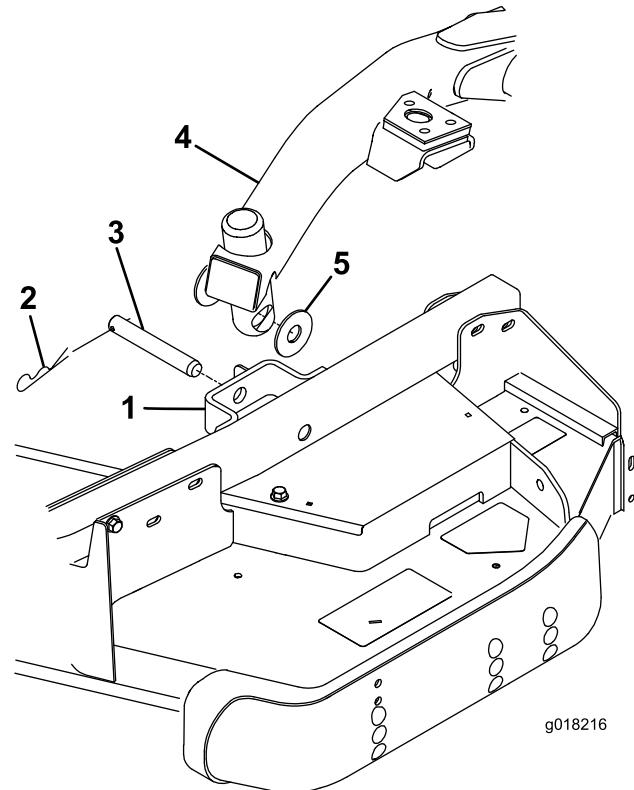

Figura 4
- Sujete el brazo de elevación al brazo de la rueda giratoria con 2 arandelas de empuje, un pasador y una chaveta. Coloque las arandelas de empuje entre el brazo de elevación y el soporte del brazo de la rueda giratoria (Figura 4). Introduzca el extremo del pasador de horquilla en la ranura de la pestaña del brazo de la rueda giratoria para retener el pasador.
- Retire las 2 arandelas de empuje, el pasador y la chaveta de los soportes del brazo de la rueda giratoria de la unidad de corte (Figura 4).
- Presione el interruptor de elevación hacia adelante, a la posición de Flotación. Empuje hacia abajo uno de los brazos de elevación hasta que los taladros del brazo de elevación estén alineados con los taladros del soporte del brazo de la rueda giratoria (Figura 4).